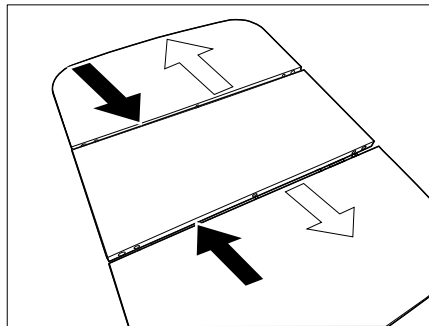

Bild 106 Tisch absenken
- Die Außenteile des Tisches auf das Mittelteil schieben (Bild 106 - schwarze Pfeile).
- Die Außenteile des Tisches auseinander ziehen (Bild 106 - weiße Pfeile).